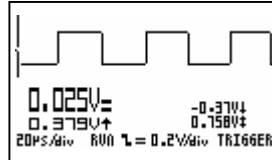

Fig 59
- **'run'** = auto triggering (fig. 59)
• **'run'** = auto-triggering (fig. 59)
• **'run'** = synchronisation automatique (fig 59)
• **'run'** = Auto-Auslösung (fig 59)